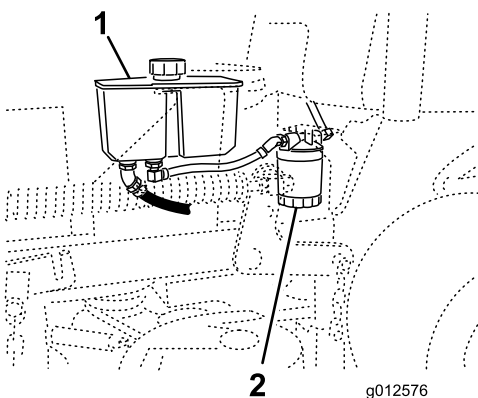

Figure 73
3. Localisez le filtre et placez un bac de vidange au-dessous (Figure 73).